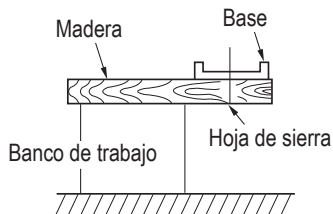

Fig. 17
5. Prepare un banco de trabajo de madera (Fig. 17). Como la hoja de sierra sobresaldrá de la superficie inferior de la madera de trabajo, coloque ésta sobre un banco de trabajo para cortarla. Si, como banco de trabajo, utiliza un madero cuadrangular, tenga en cuenta el nivel del suelo para asegurar que quede adecuadamente estabilizado. Un banco de trabajo inestable resultaría en una operación peligrosa.